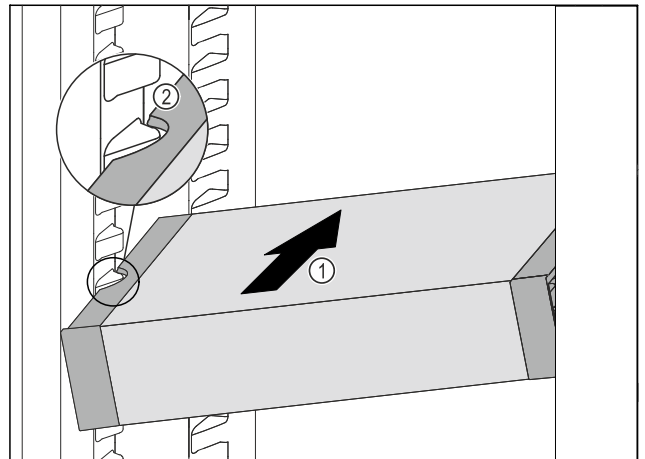

Fig. 123
- ▶ Introduzca el VarioSafe en posición oblicua en el compartimento del refrigerador Fig. 123 (1) hasta que los huecos laterales Fig. 123 (2) del VarioSafe se encuentren a la altura de la nervadura del recipiente en el compartimento refrigerífico.